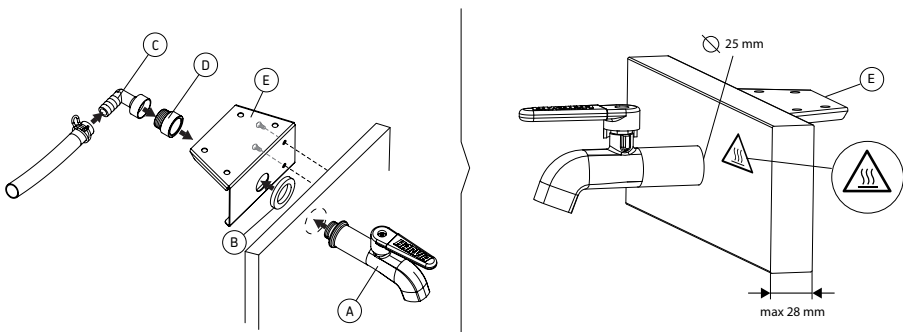

Abbildung 6.
C. Bohren einer Öffnung nach innen (Holz mit einer Stärke von max. 28 mm) und Einführen des Wasserhahns durch die Öffnung (Abbildung 6.)
3. Setzen Sie den Wasserhahn (A), die Dichtung (B), den Clip (C), Wasserhahnverlängerung (D) und die Wasserhahnhalterung (E) zusammen, mit der Dichtung zwischen Wasserhahn und Wasserhahnhalterung.